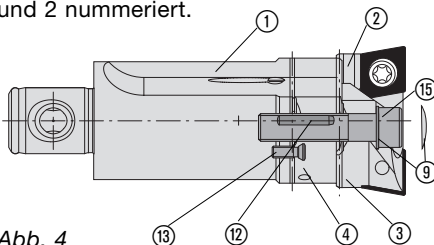

Abb. 4
### 5.2 Flexible Aufbohr-Plattform mit Funktionsmodul einzeln verstellbar (EV) (Abb. 4/5/6)